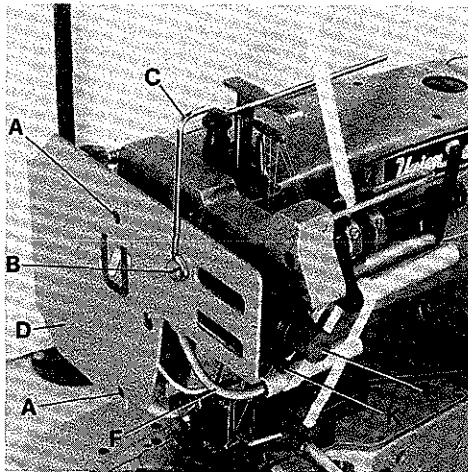
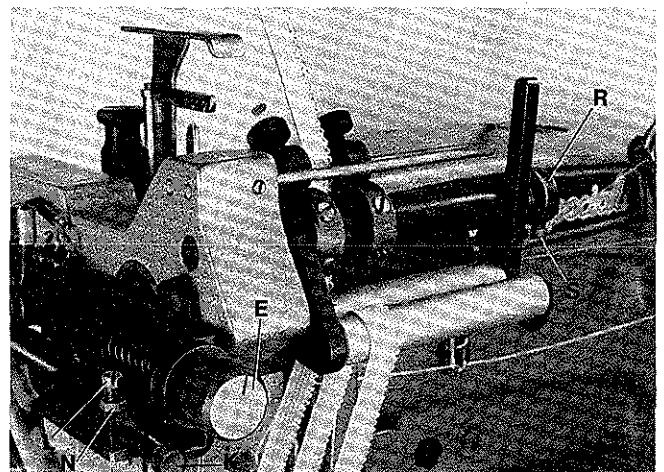
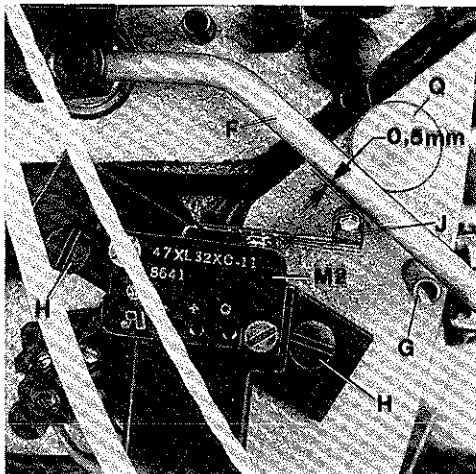

Fig.55
Fig.56
Fig.57
The tension of lace or elastic is adjusted with thumb screw (E, Figs. 55 and 56). Turning thumb screw (E) clockwise increases the tension and causes ruffling. Turning thumb screw (E) counterclockwise decreases the tension for even flat attaching of lace or elastic.
The second lace or elastic tension on the two stage metering device is selected while sewing with a knee valve actuated air cylinder. The tension is adjusted with thumb screw (K, Figs. 55 and 56), by changing the travel length of the piston of the cylinder. Loosen lock nut (N, Fig. 56) and screw (L). Turning thumb screw (K, Figs. 55 and 56) counterclockwise increases the tension, turning clockwise decreases the tension. Retighten the screw and lock nut.
Die Spannung von Spitze oder Gummiband wird mit der Rändelschraube (E, Fig. 55 und 56) eingestellt. Drehen der Rändelschraube (E) im Uhrzeigersinn erhöht die Spannung und bewirkt Rüschen. Drehen der Rändelschraube (E) im Gegenuhrzeigersinn verringert die Spannung zum glatten, flachen Annähen von Spitze oder Gummiband.
Die zweite Spitzen- oder Gummibandspannung wird bei der zweistufigen Zumeßeinrichtung während des Nähens mit einem durch Knieventil betätigten Luftzylinder angewählt. Die Spannung wird, durch Verändern des Kolbenweges des Zylinders mit der Rändelschraube (K, Fig. 55 und 56) eingestellt. Lösen Sie die Kontermutter (N, Fig. 56) und die Schraube (L). Drehen der Rändelschraube (K, Fig. 55 und 56) im Gegenuhrzeigersinn erhöht die Spannung, drehen im Uhrzeigersinn verringert die Spannung. Ziehen Sie die Schraube und die Kontermutter wieder an.
The pressure of tension roller against the puller roller of the metering device can be changed. For setting loosen the two screws (S, Fig. 56) in collar (R). Turning collar clockwise reduces the pressure, turning it counterclockwise increases the pressure. Retighten screws (S).
For setting the micro switches turn out screws (A and B, Fig. 55) and remove lead-in wire (C) and head cover (D).
For setting the micro switch (M2, Fig. 57), actuating lever (F) must rest on roll pin (G).
Loosen the two screws (H, Fig. 57) and position the micro switch (M2) so the roller lever (J) of switch has still an end play of approx. 0,5 mm (.020 in.) (see Fig. 57) below actuating lever (F) resting on roll pin (G), in order not to damage the switch. Retighten screws (H).
The micro switch (M2, Fig. 57) is set correctly when the motor of the metering device switches on after actuating lever (F) raises from roll pin (G).
Micro switch M2, Figs. 57 and 58:
For setting the micro switch (M2, Fig. 57) actuating lever (F) must rest on roll pin (G). In this position of the actuating lever, the roller lever (J) of switch should have an end play of approx. 0,5 mm (.020 in.) downwards (see Fig. 57).
Zur Einstellung lösen Sie die beiden Schrauben (S, Fig. 56) im Stelling (R). Drehen des Stellinges im Uhrzeigersinn verringert den Druck, drehen im Gegenuhrzeigersinn verstärkt ihn. Ziehen Sie die Schrauben (S) wieder an.
Zur Einstellung der Mikroschalter drehen Sie die Schrauben (A und B, Fig. 55) heraus und entfernen den Führungsbügel (C) und den Kopfdeckel (D).
Zur Einstellung des Mikroschalters (M2, Fig. 57) muß der Schaltbügel (F) auf der Spannhülse (G) aufliegen.
Lösen Sie die beiden Schrauben (H, Fig. 57) und positionieren Sie den Mikroschalter (M2) so, daß der Rollenhebel (J) des Schalters noch etwa 0,5 mm Spiel (siehe Fig. 57) nach unten hat, wenn der Schaltbügel (F) auf der Spannhülse (G) aufliegt, damit der Schalter nicht beschädigt wird. Ziehen Sie die Schrauben (H) wieder an.
Der Mikroschalter (M2, Fig. 57) ist richtig eingestellt, wenn beim Abheben des Schaltbügels (F) von der Spannhülse (G) der Motor des Zumeßgerätes einschaltet.
Mikroschalter M2, Fig. 57 und 58:
Zur Einstellung des Mikroschalters (M2, Fig. 57) muß der Schaltbügel (F) auf der Spannhülse (G) aufliegen. In dieser Stellung des Schaltbügels soll der Rollenhebel (J) des Schalters noch etwa 0,5 mm Spiel nach unten haben (siehe Fig. 57).
The actuating lever (F, Fig. 55) effects by switching on and off the motor of the metering device with micro switch (M2, Fig. 57), that the required amount of lace respectively elastic is metered exactly under the preset tension.
Der Schaltbügel (F, Fig. 55) bewirkt durch Ein- und Ausschalten des Motors des Zumeßgeräts mit dem Mikroschalter (M2, Fig. 57), daß die benötigte Spitzen- bzw. Gummibandmenge unter der voreingestellten Spannung genau zugemessen wird.